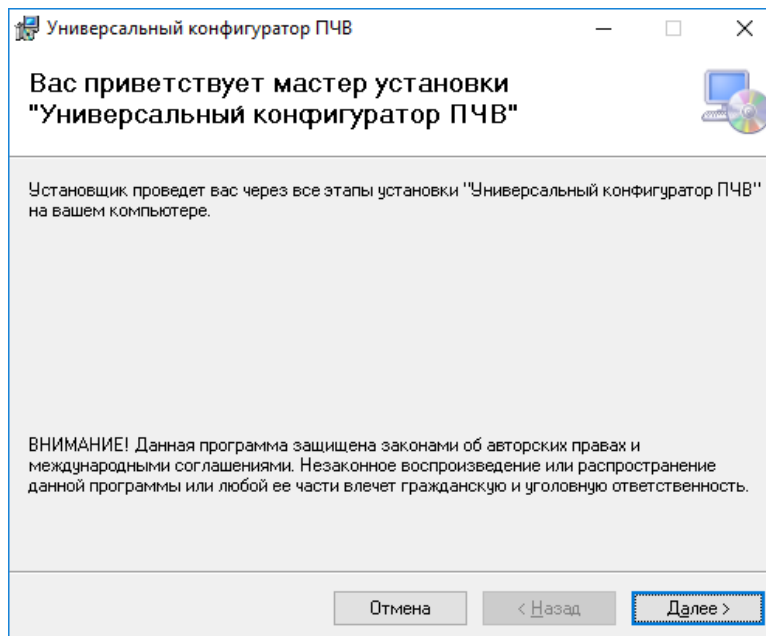

Рисунок 2.1 – Окно мастера установки «Универсального конфигулятора ПЧВ»
1. Запустить файл **UniversalConfiguratorFVC.msi**. На экране появится окно мастера установки (рис. 2.1).